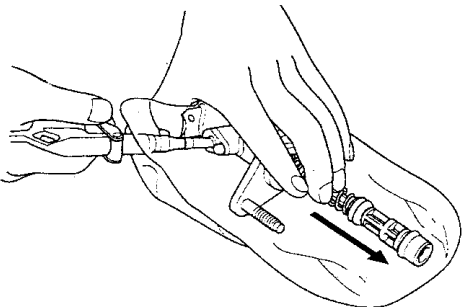

图 4-8 拆卸活塞
- 2) 如图 4-8 所示，通过给离合器管路孔内施加气压，小心地拆下活塞。